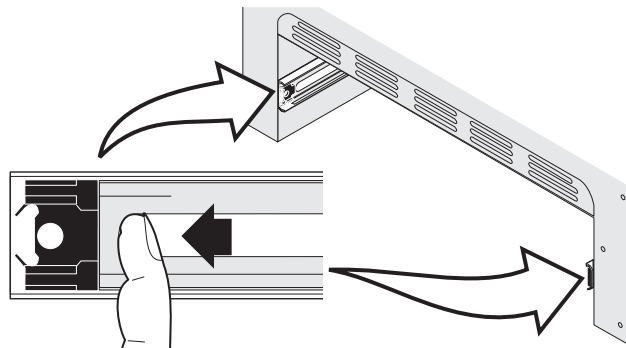

Figura 43: Colocación de los rodamientos
1. Tire de los rodamientos hacia el frente de los canales del compartimiento exterior hasta que encajen en su lugar (vea Figura 43).